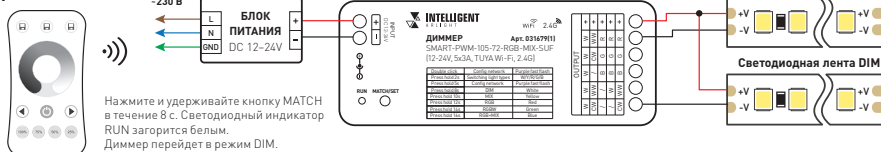

Рис. 1. Схема подключения диммера SMART-PWM-105-72-RGB-MIX-SUF
- 3.2. Подключите диммер согласно схеме на рис. 1.